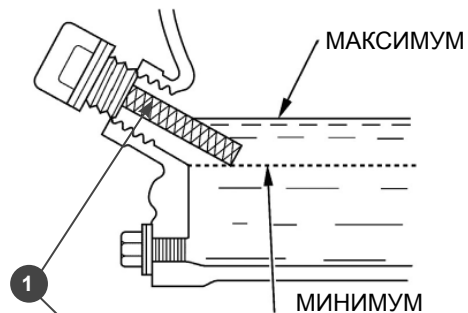

Рис.3
3. Извлеките щуп (1) Рис.3 и протрите его чистой тряпкой. Установите его, не закручивая, в маслозаливную горловину.